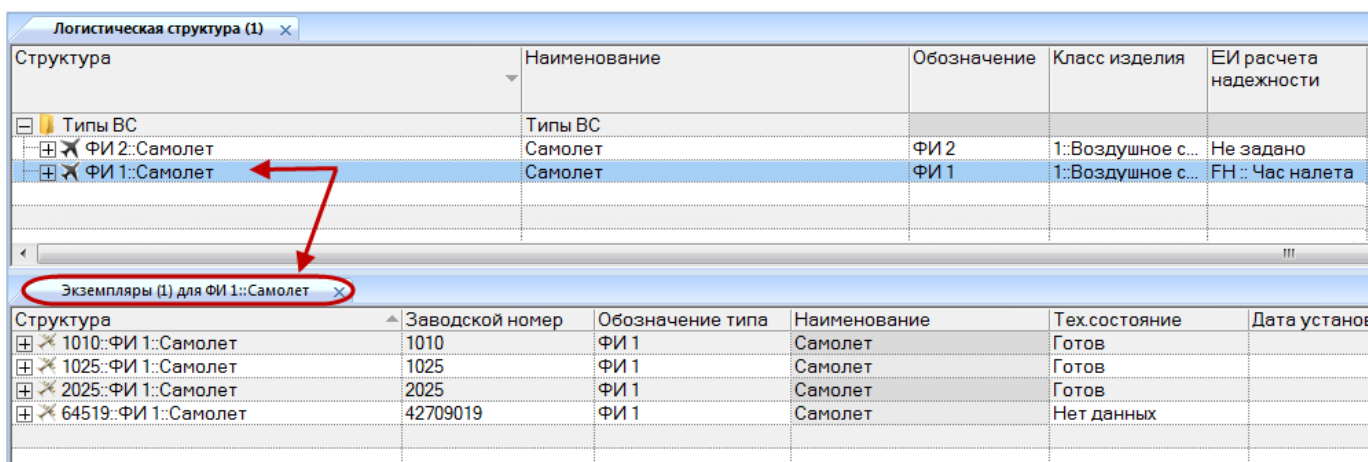

Рис. 5-47 – Окно связанных объектов
1) Выбрать элемент в основном рабочем окне, затем открыть окно связанных объектов. В заголовке окна связанных объектов выводится обозначение выбранного элемента (рис. 5-47).